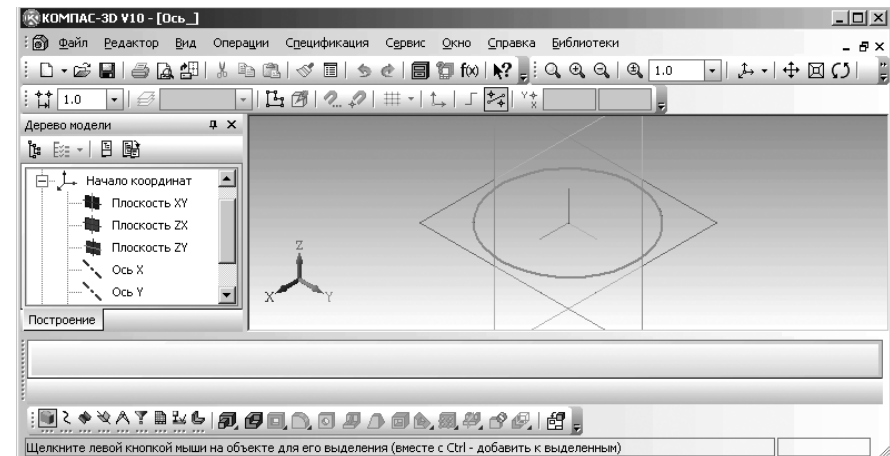

Рис. 1.64. Главное окно системы в режиме создания детали, эскиз детали – окружность в изометрии и **Компактная панель** в режиме создания детали
- щелкните на панели инструментов **Текущее состояние** по кнопке  – **Эскиз** – кнопке с изображением небольшого эскиза. Это означает, что произошла отмена режима работы с эскизом и снова произведен переход в режим работы с деталью. В окне **Дерево модели** появится новая ветвь – **Эскиз:1**. Одновременно появится **Компактная панель** с активной кнопкой-переключателем  – **Редактирование детали** (рис. 1.64).